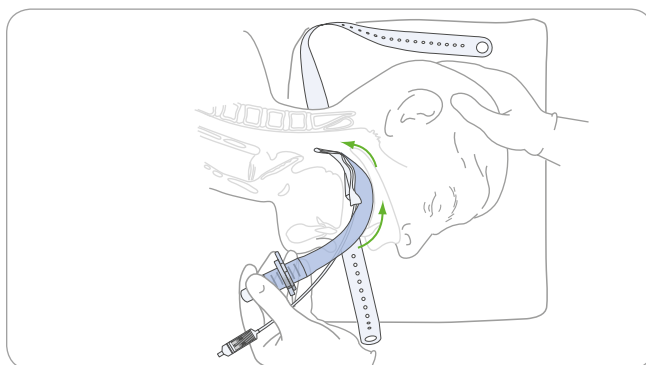

Figura 11. Faça deslizar o dispositivo para dentro com um movimento circular, pressionando contra os contornos do palato duro e mole
9. Faça deslizar para o interior recorrendo a uma abordagem ligeiramente diagonal (direcione a extremidade de forma a afastá-la da linha média), conforme ilustrado na **Figura 11**.